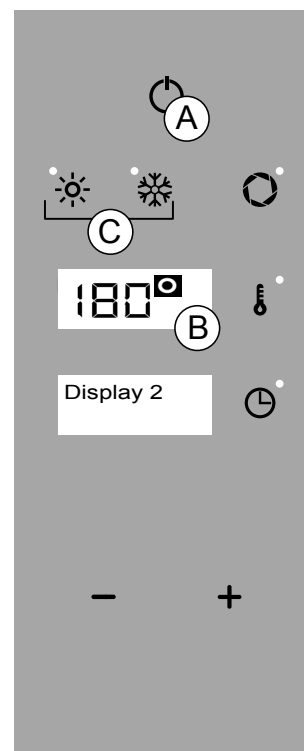

Fig.3
GASBRENNER eingeschaltet/ °C blinkt- GASBRENNER ausgeschaltet / °C fix (Abb. 3/B)
Drücken Sie die Taste "ON / OFF" zum Aktivieren des Hauptmenüs (Abb. 3/A).
Drücken Sie auf den gewünschten Funktion (Abb. 3/C).
1. Drücken Sie im Modus für das Hauptmenü die Taste "ON / OFF" (Abb. 3/A).